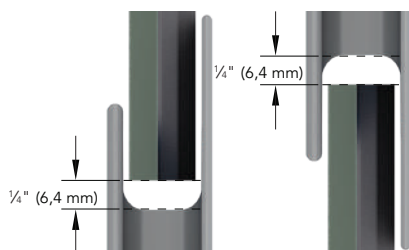

Figura 9
- Al medir los paneles de tablero y listón que se van a cortar e instalar alrededor de ventanas, puertas y otros recortes, es importante dejar un espacio de $\frac{1}{4}$ " (6,4 mm) en la parte superior, inferior y laterales. Esto mantendrá suficiente espacio para la expansión y contracción vertical y facilitará la instalación (Figura 9).